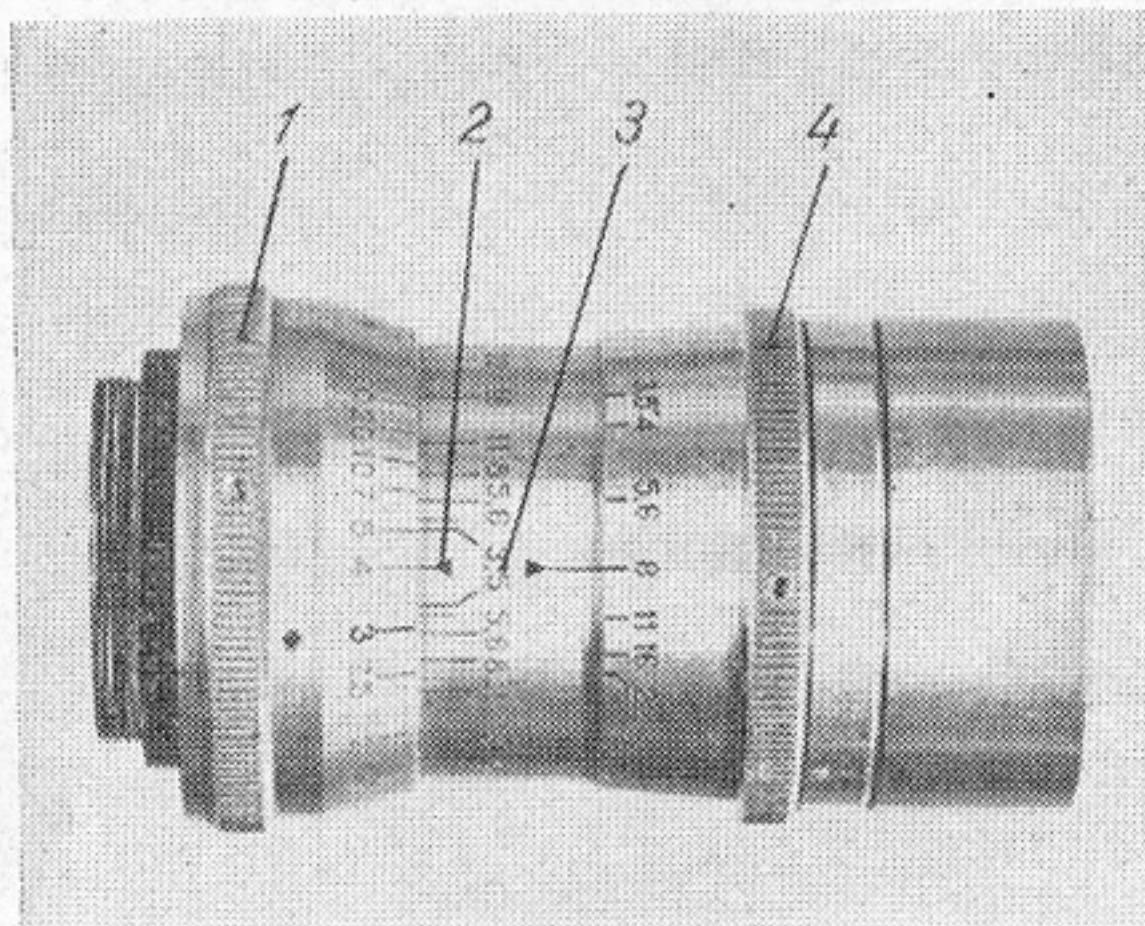

Рис. 9.
После выбора кадра необходимо определить расстояние до объекта съемки и произвести наводку объектива на резкость. Для этого рифленое кольцо (1) оправы объектива (рис. 9), на котором выгравированы деления с цифрами, указывающими удаленность до снимаемого
объективов нанесена шкала глубин резкости (3) (рис. 9). Она представляет два ряда цифр, повторяющих цифры шкалы диафрагм данного объектива, симметрично расположенных по обе стороны от красной отметки шкалы расстояний.
Определив величину диафрагмы, объектив нужно за-диафрагмировать. Для этого поворачивают рифленое кольцо (4) (рис. 9), на котором выгравированы деления с цифрами значений относительных отверстий объектива до совмещения величины диафрагмы с красной отметкой на оправе объектива.